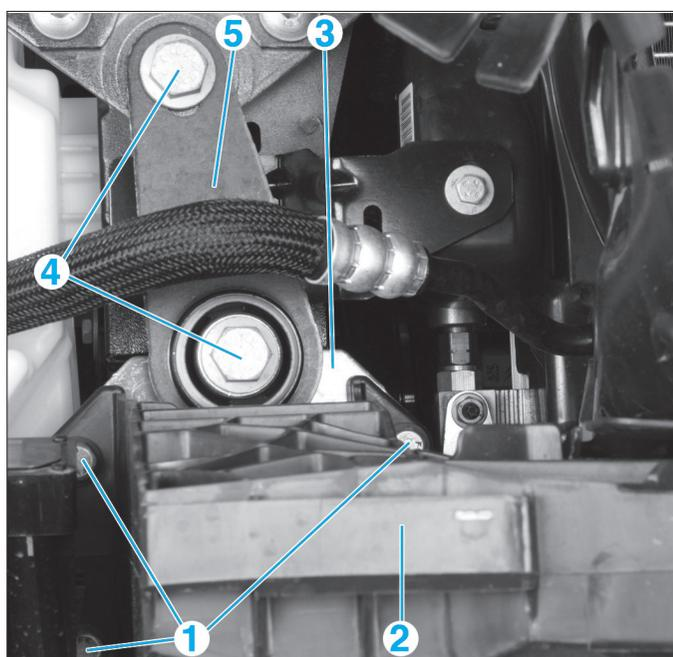
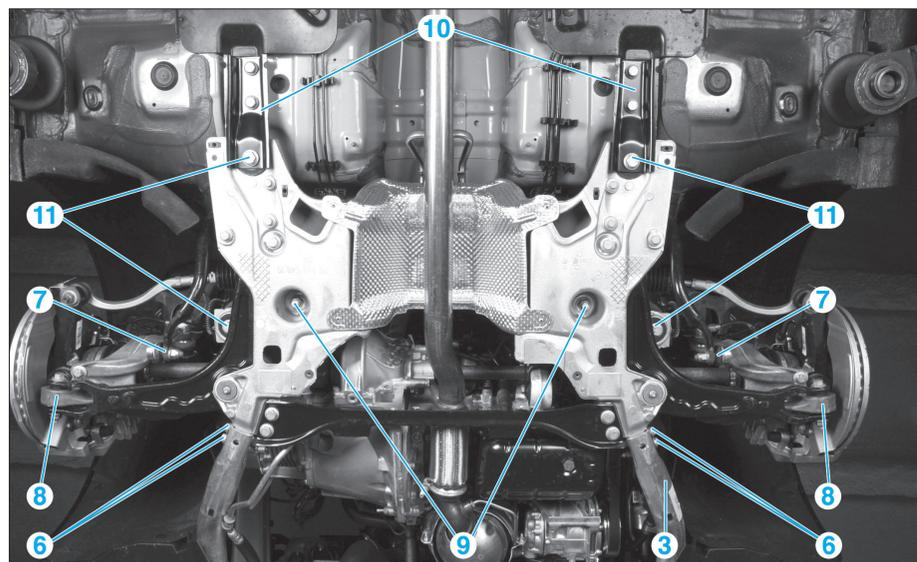

Fig. 13
Fig. 14
- Remplacer l'écrou (1) et le serrer au couple prescrit.
- les vis de fixation (1) du renfort (2) sur le prolongateur de berceau (3) (Fig.13),
- le renfort (2) en écartant tout d'abord le côté droit,
- les vis (4) des pattes (5) de fixation du prolongateur de berceau sur la caisse de chaque côté,
- les pattes (5).
- les vis (6) de fixation du prolongateur de berceau (3) (Fig.14),
- les écrous des fixations inférieures (7) des biellettes de barre stabilisatrice,
- les fixations inférieures (8) des triangles sur les pivots.